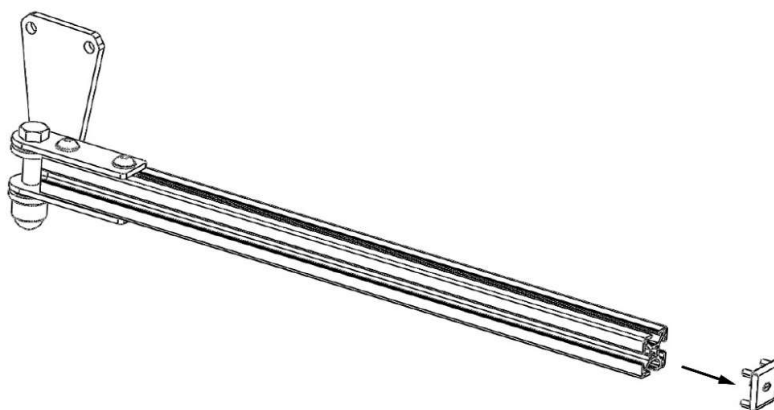

Figure 6
3. Retirez le capot en plastique du bras Add-On (**figure 6**). Utilisez un outil en plastique pour protéger l'aluminium.